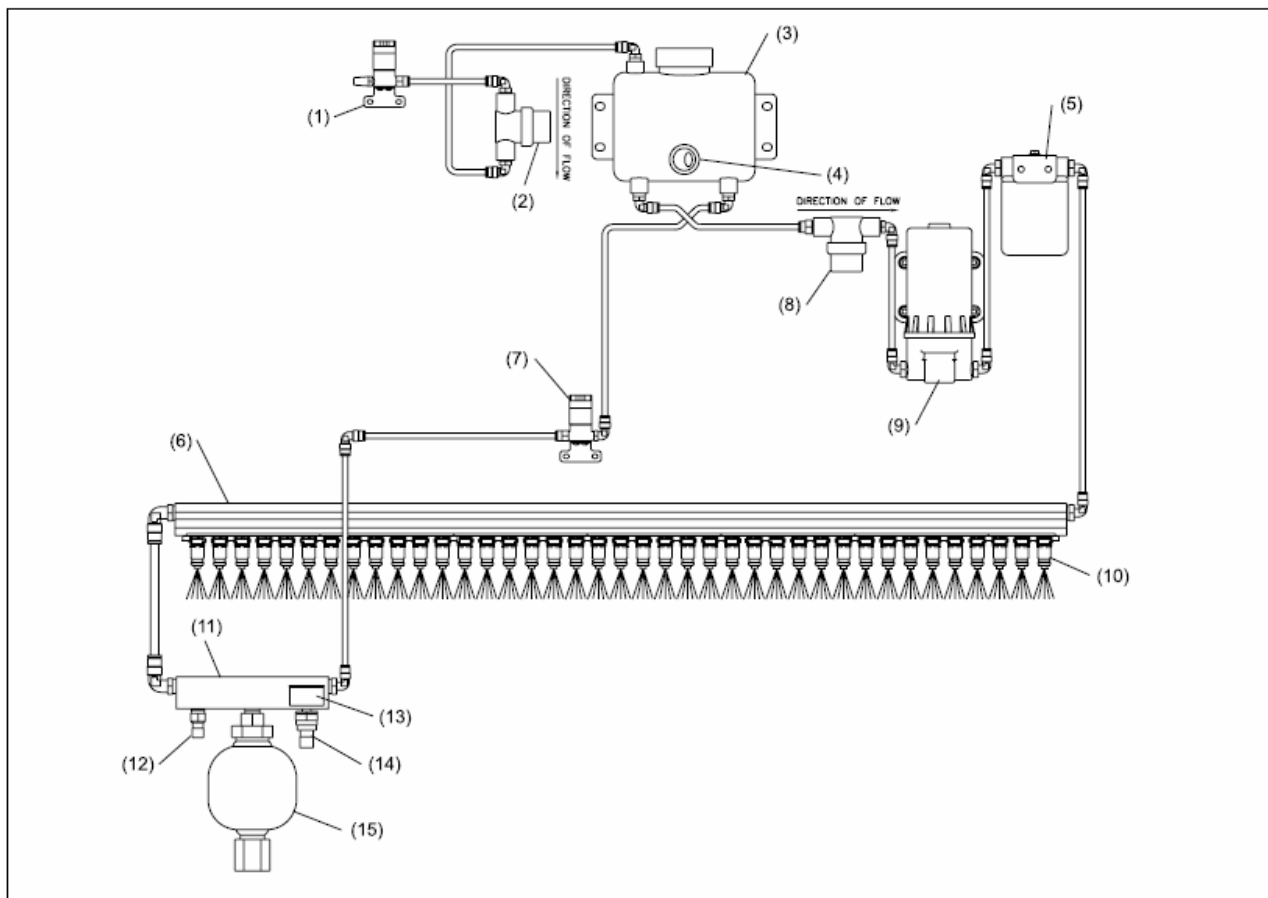

Figure 2-6. Système de huilage
1. 39 injecteurs d'huile montés sur un ensemble rail d'injecteurs pressurisé appliquent l'huile à la surface de la piste selon le profil choisi. Référez-vous à la Figure 2-6.